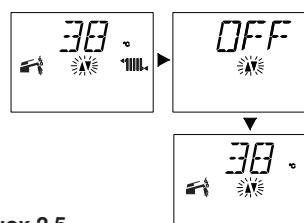

Рисунок 2.5
- На ЖК-дисплее последовательно отобразятся следующие символы (Рисунок 2.5).